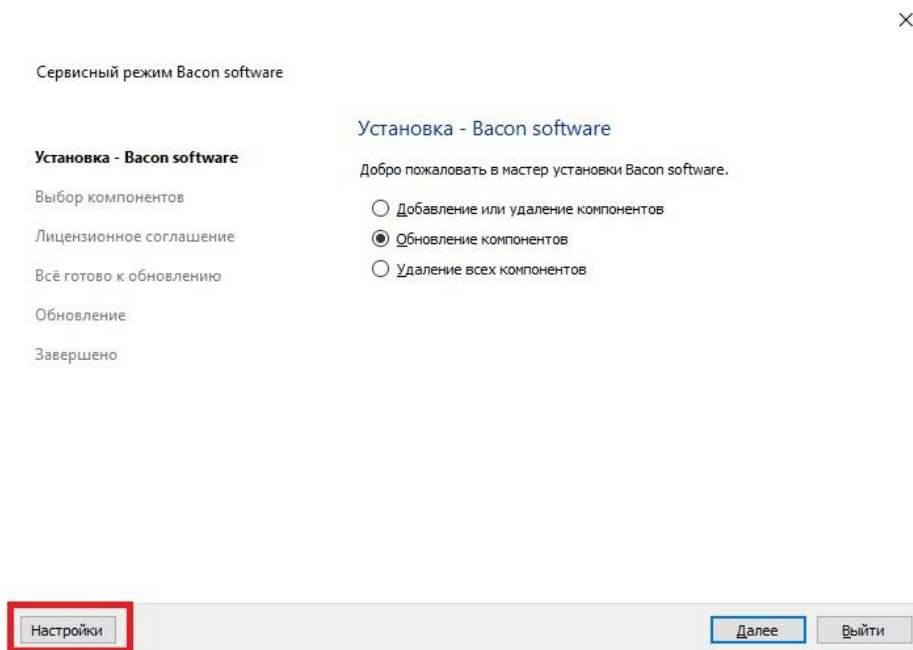
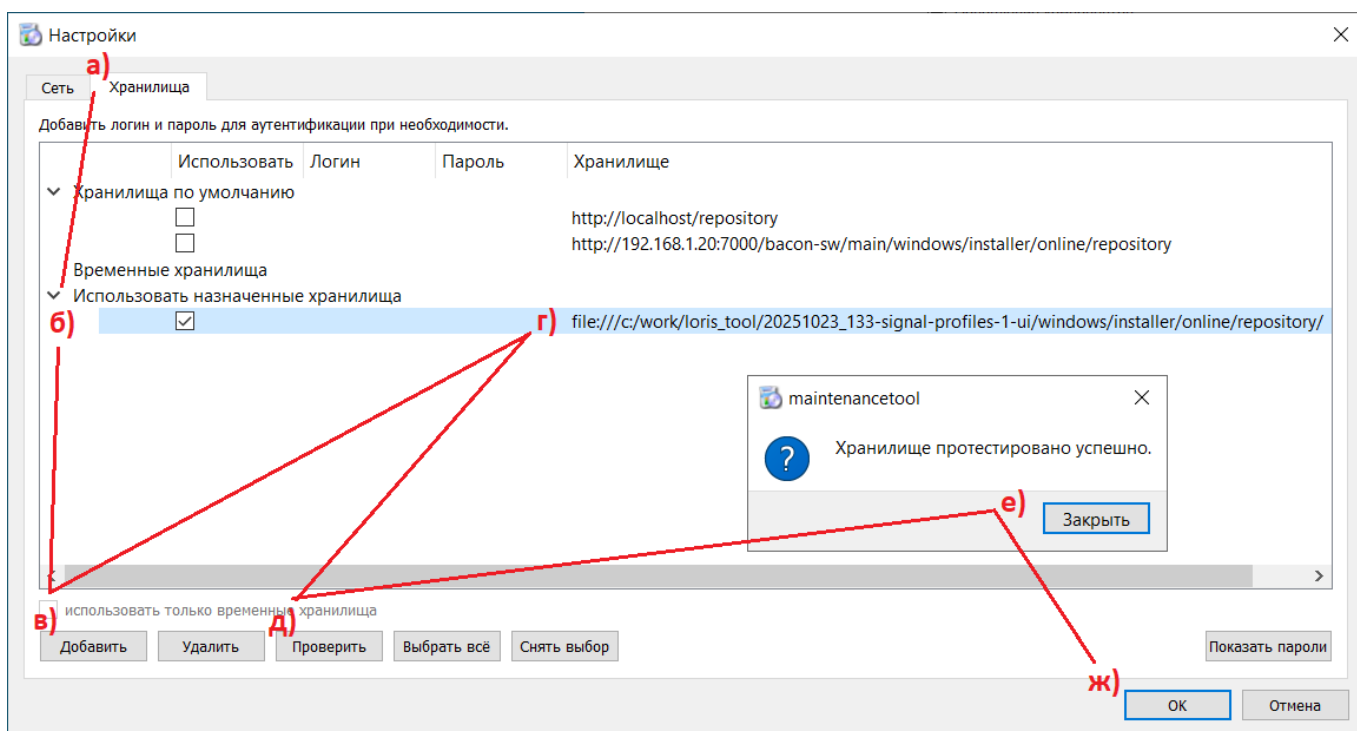

Рисунок 3.5 — Обновление компонентов Программы
Рисунок 3.6 — Обновление компонентов Программы
- 2) запустить `maintenancetool` (`maintenancetool.exe`) в каталоге с Программой с правами администратора операционной системы, нажать «*Настройки*» (рисунок 3.5), далее (рисунок 3.6):